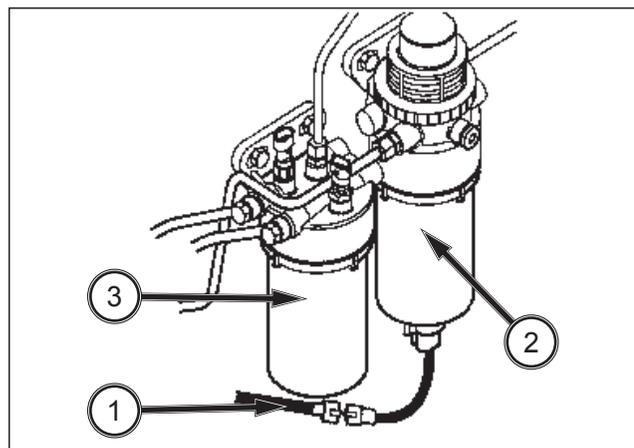

FIG. 164
**FIG. 164 et 165 :** Pour remplacer le filtre à carburant :
- Déconnectez le détecteur d'eau (1) du préfiltre.
- Tournez le préfiltre (2) dans le sens antihoraire et retirez-le de son support. Récoltez le carburant dans un conteneur adéquat. Détachez le détecteur d'eau du bas du préfiltre.
- Tournez le filtre de carburant final (3) dans le sens antihoraire et retirez-le.
- Lubrifiez les joints toriques (3) du filtre avec du carburant propre.
- Remplissez le vase externe (5) du filtre avec du carburant propre.
- Installez les nouveaux filtres. Remonter le filtre sur son support jusqu'à ce que le rebord en plastique (6) touche le support (7).